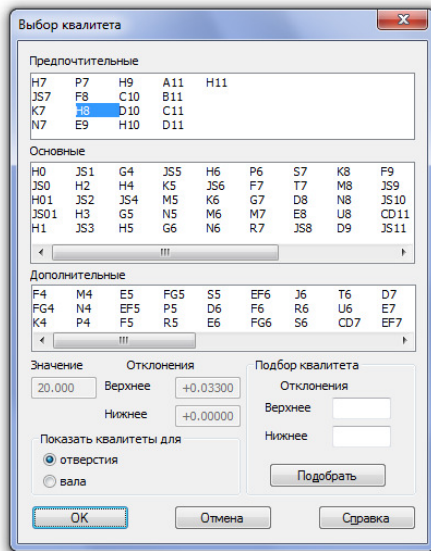

Рис.3
8) Если надпись в нижней части диалогового окна не соответствует *Образцу*, необходимо выбрать квалитет вручную. Для этого нажмите кнопку «*Квалитет*» - на экране появится диалоговое окно «*Выбор квалитета*» (рис.3).